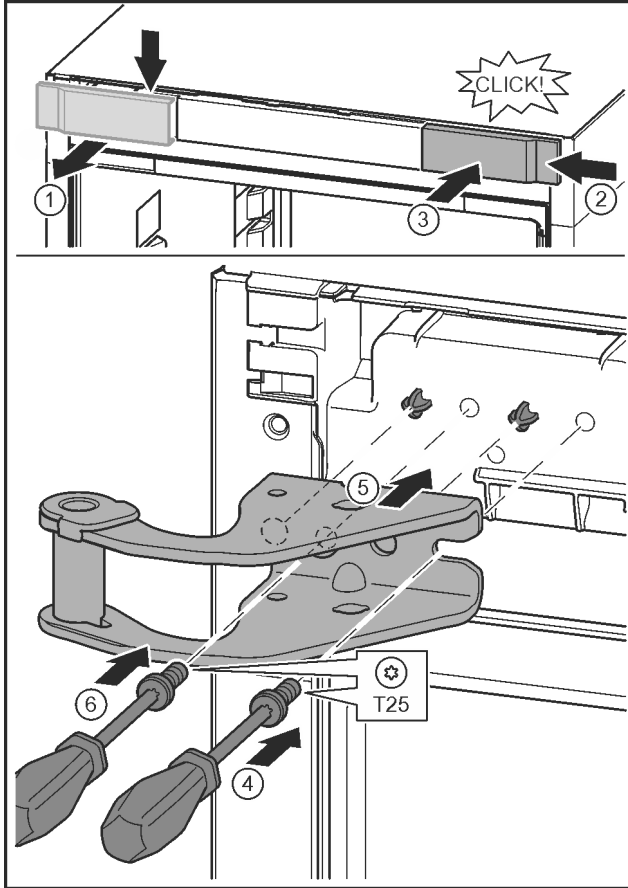

Fig. 14
- ▶ Oldja ki a fedelet, és oldalt vegye le. Fig. 14 (1)
- ▶ A fedelet 180°-kal elfordítva akassza be a másik oldalra jobbról. Fig. 14 (2)
- ▶ Pattintsa be a fedelet. Fig. 14 (3)
- ▶ T25 csavarhúzóval helyezze fel a csavarokat. Fig. 14 (4)
- ▶ Helyezze fel a felső csapágybakot. Fig. 14 (5)
- ▶ Húzza meg a csavart. Fig. 14 (4)
- ▶ A T25 csavarhúzóval helyezze be és húzza meg a csavart. Fig. 14 (6)